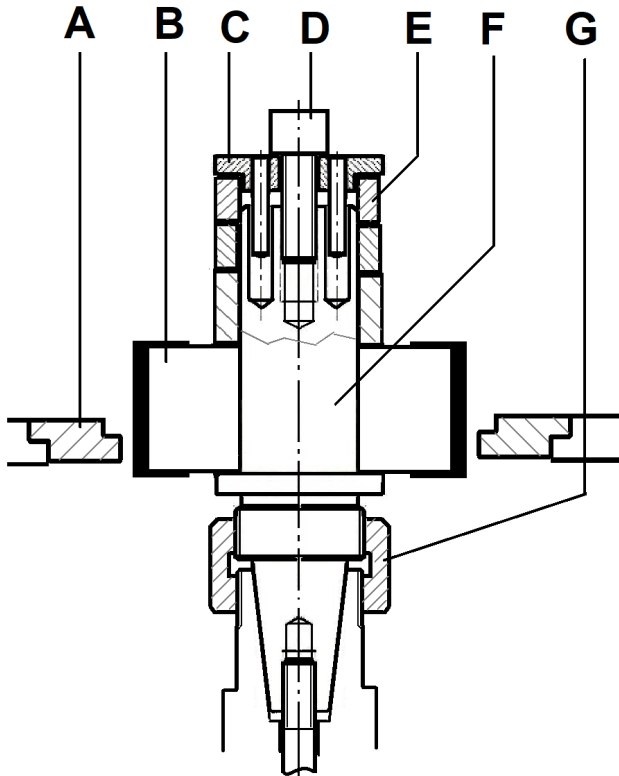

Fig 18.1
Den Fräsdorn bis zur Spannscheibe (C, Fig 18.1) mit Fräsdornringen (E) auffüllen.
Das Werkzeug mit der Innensechskantschraube (D, Fig 18.1) festklemmen (keine Werkzeugverlängerung oder Hammerschläge verwenden).